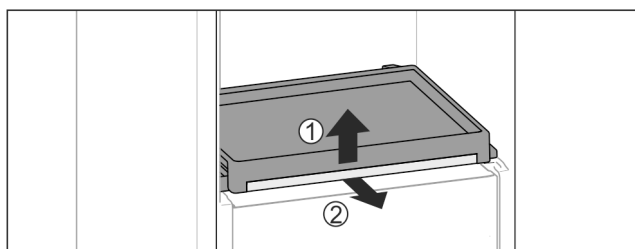

Fig. 132
- ▶ Rimuovere il ripiano estraibile con ripiano di vetro: sollevare leggermente in avanti il ripiano di vetro Fig. 132 (1) e tirarlo in avanti Fig. 132 (2).